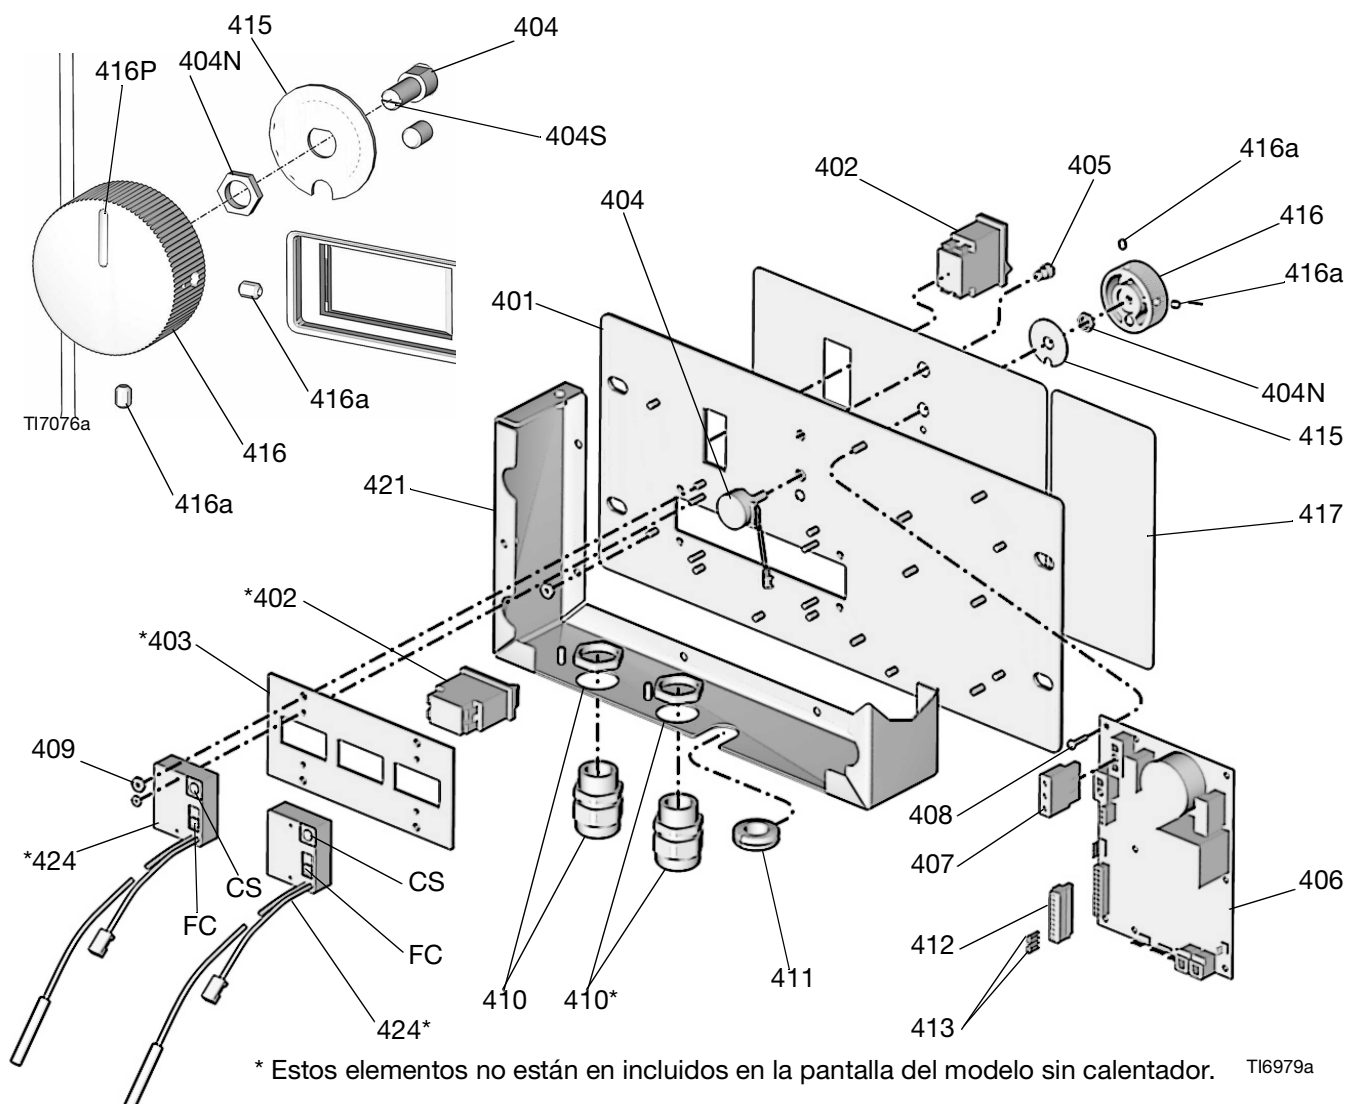
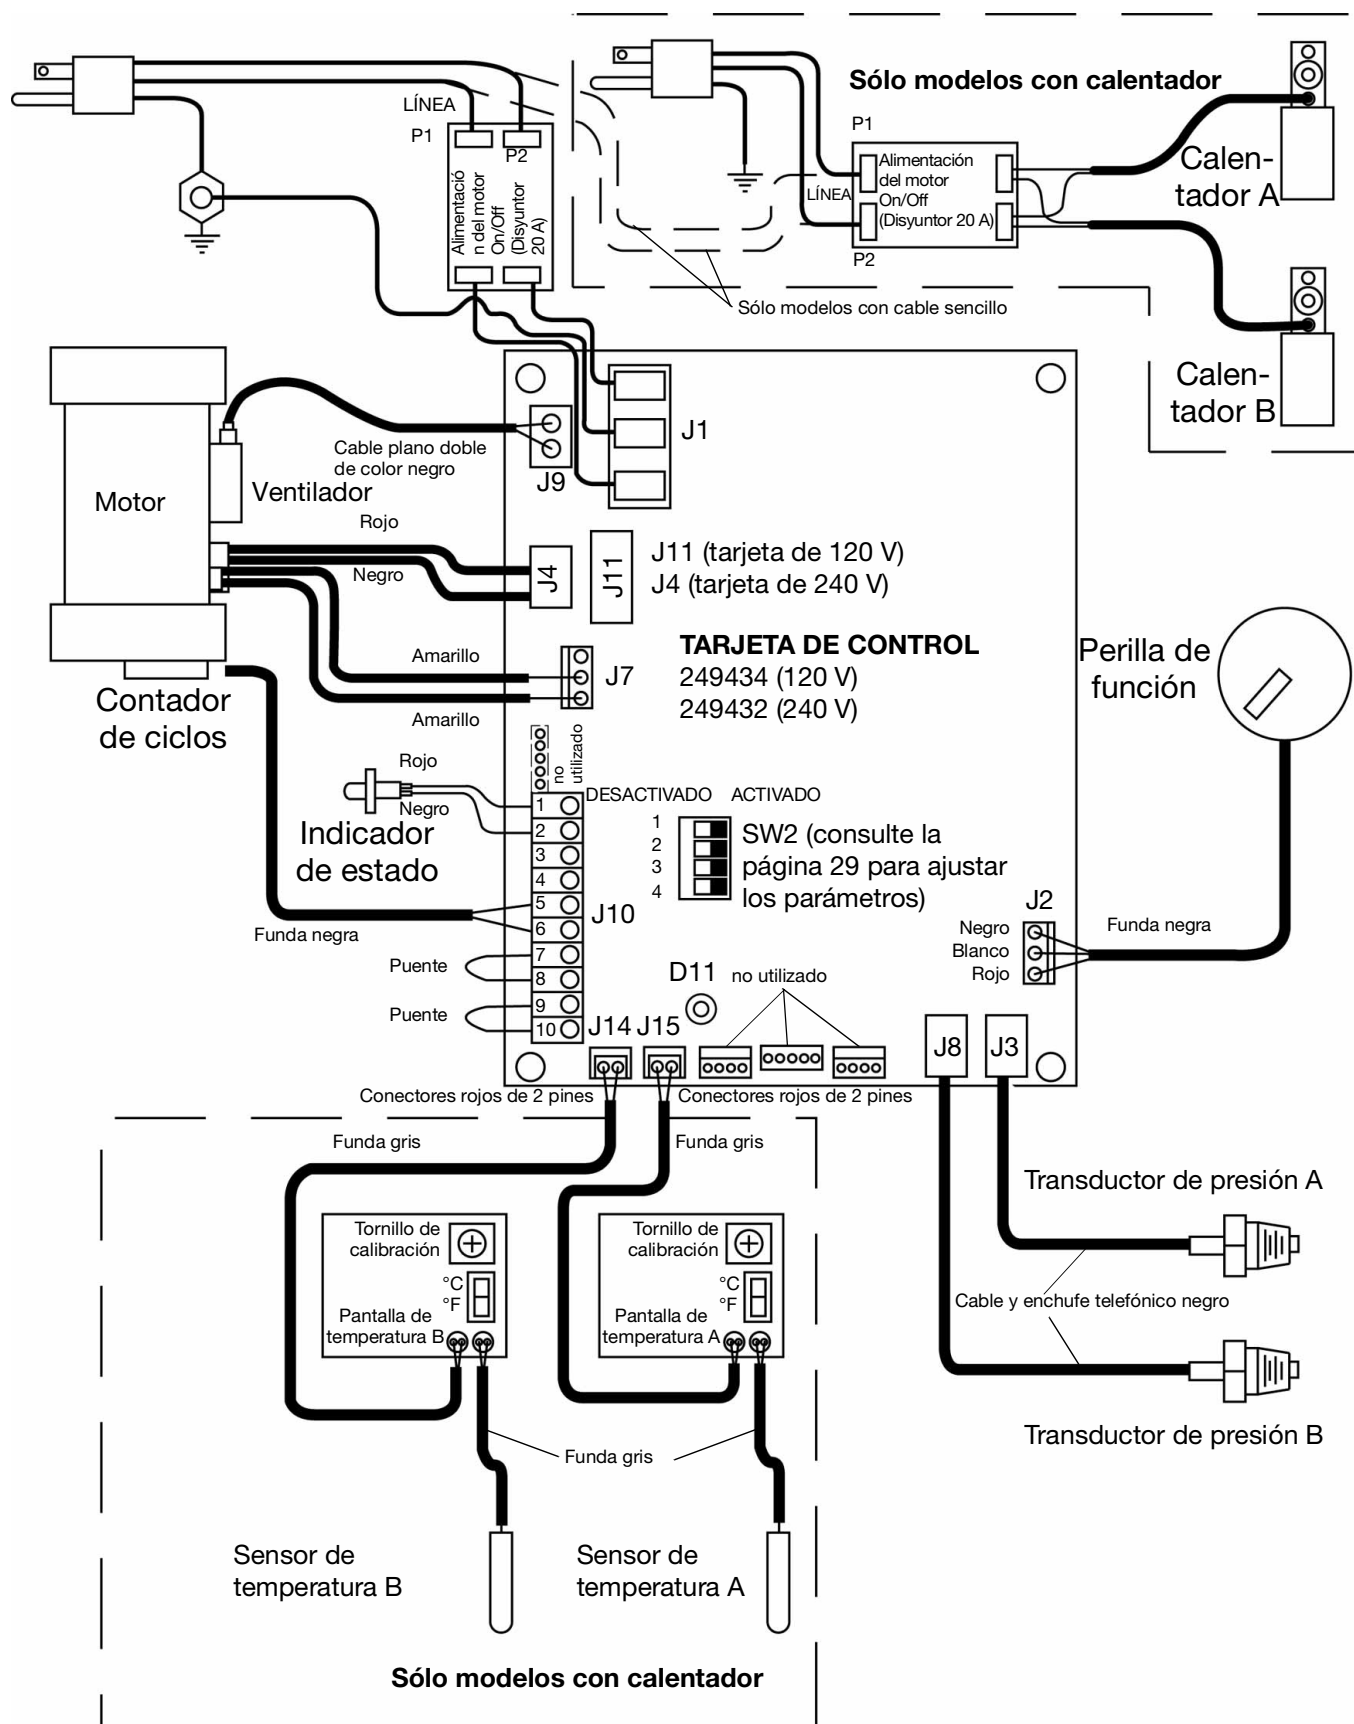

FIG. 13 Módulo de control (modelo con calentador representado)
FIG. 14 Conexiones de cableado del módulo de control
2. Retire la tapa de acceso (39) de la parte trasera del módulo de control.
3. Consulte la FIG. 13, página 39. Busque el interruptor deslizante (FC) en el borde derecho de cada tarjeta de la pantalla de temperatura. La unidad se envía fijada en °F (abajo). Para cambiarla a °C, mueva ambos interruptores hasta la posición superior.
1. Retire la tapa de acceso (39) de la parte trasera del módulo de control.
2. Consulte la FIG. 13, página 39. Busque el tornillo de calibración (CS) en la esquina superior derecha de cada tarjeta de la pantalla de visualización de la temperatura. Gire el tornillo ligeramente para corregir la visualización de temperatura.
3. Retire la tapa de acceso (39) de la parte trasera del módulo de control.
4. Desconecte los cables del potenciómetro de J2 de la tarjeta de control (406). Consulte la FIG. 14, página 41.
5. Consulte la FIG. 13. Retire los dos tornillos de fijación (416a) y saque la perilla de función (416) del eje del potenciómetro (404).
6. Retire la tuerca (404N) y la placa de retención (415).
7. Instale el nuevo potenciómetro (404) siguiendo el orden inverso. Coloque el potenciómetro de forma que la ranura (404S) esté en posición horizontal. Coloque la perilla (416) de forma que el puntero (416P) quede dirigido hacia arriba. Instale la perilla en el eje de forma que la ranura (404S) engrane el pasador de alineación en el mando. Empuje la perilla en el eje contra el muelle de retención antes de apretar los tornillos de fijación (416a).
8. Vuelva a conectar los cables del potenciómetro a J2 tal como se muestra en la FIG. 14, página 41.
Hay un LED rojo (D11) en la tarjeta de circuito impreso. Para hacer las comprobaciones, la alimentación debe estar encendida. Consulte en la FIG. 14 la ubicación. Su función es:
Tabla 6: Conectores de la tarjeta de control (consulte la FIG. 14)
3. Retire la tapa de acceso (39) de la parte posterior del módulo de control para exponer la tarjeta de control (406).
4. Desconecte los cables del transductor de J3 y J8 de la tarjeta. Consulte la FIG. 14, página 41. Intercambie las conexiones A y B y compruebe si se genera un código de estado tras encontrarse un transductor defectuoso. Consulte **Código de estado 3: Fallo del transductor A**, página 30.
9. Conecte el cable del transductor en la tarjeta; consulte FIG. 14, página 41.
Si el motor no está bloqueado por las bombas, puede probarse utilizando una batería de 9 V. Abra las válvulas de recirculación, desconecte J4 o J11 de la tarjeta de control, consulte FIG. 14, página 41. Toque los cables de puente desde la batería con las conexiones del motor. El motor debe girar lenta y suavemente.
- a. Busque la tarjeta de control en la parte trasera del módulo de control, consulte FIG. 14, página 41.
1. Desconecte el cable del ventilador (37) del ventilador (202). Con el motor encendido, pruebe el conector del cable para la tensión de línea (120 V o 240 V).
2. **Si el voltaje no es correcto:** el ventilador es defectuoso. Retire los tornillos que sujetan el ventilador a la carcasa (206). Instale el nuevo ventilador en el orden inverso al desmontaje.
3. **Si el voltaje no es correcto:** inspeccione la conexión del cable del ventilador en J9 de la tarjeta de control; consulte FIG. 14, página 41.